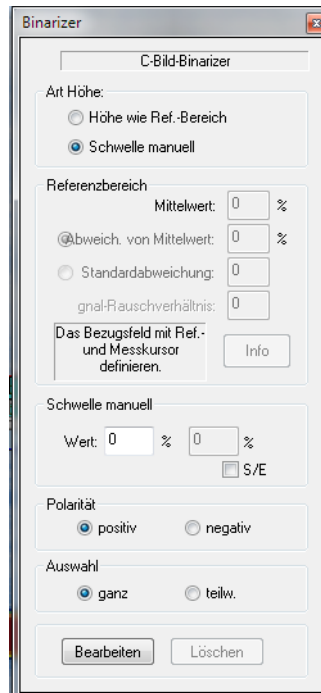

Abbildung 7-40 Dialogfeld Binarizer
1. Klicken Sie in der **Komponenten-Symboleiste** auf  (Binarizer) und es wird das Dialogfeld **Binarizer** eingeblendet (siehe Abbildung 7-40 auf Seite 401).